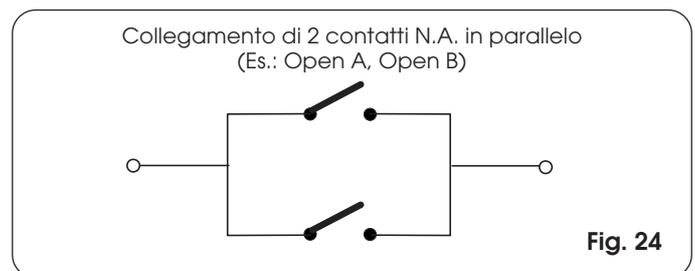

Fig. 24
**N.B.:** se due dispositivi con contatto N.A. hanno la stessa funzione vanno collegati in parallelo tra di loro (Fig. 24).